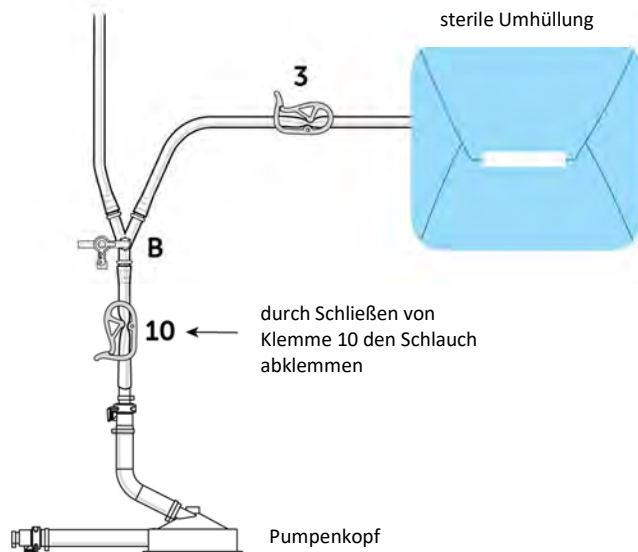

Abbildung 14
- (a) Schließen Sie die Klemme vor der Pumpe (10), öffnen Sie die Doppelballon-Katheterschlauchklemme (3), öffnen Sie den Kochsalzlösungsschlauch (Klemme 1 oder 2) und den Absperrhahn „B“, damit die heparinisierte normale Kochsalzlösung in den Füllschlauch nur bis Klemme 3 fließen kann, siehe Abbildung 14. Wenn der Absperrhahn-Schlauch und der Doppelballon-Katheterschlauch bis Klemme 3 vorgefüllt sind, Klemme 3 und den Absperrhahn schließen. **Verhindern Sie, dass die sterile Umhüllung mit überschüssiger heparinisierten normaler Kochsalzlösung gefüllt wird.**